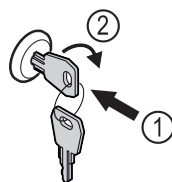

Fig. 169
- ▶ Insérer la clé. Fig. 169 (1)
- ▶ Tourner la clé à 90° dans le sens horaire. Fig. 169 (2)